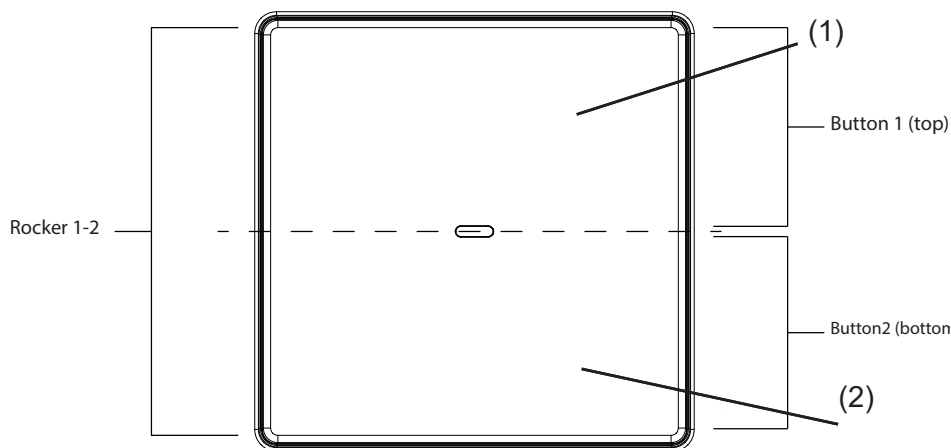

Figura 10: Pulsante BA singolo
- Premere il tasto 1 (Figura 10, 1) e il tasto 2 (Figura 10, 2) contemporaneamente per cinque secondi.
- Premere il tasto 1 (Figura 10, 1).
- Premere il tasto 2 (Figura 10, 2).
- Premere nuovamente il tasto 1 (Figura 10, 1) e il tasto 2 (Figura 10, 2) contemporaneamente per cinque secondi.